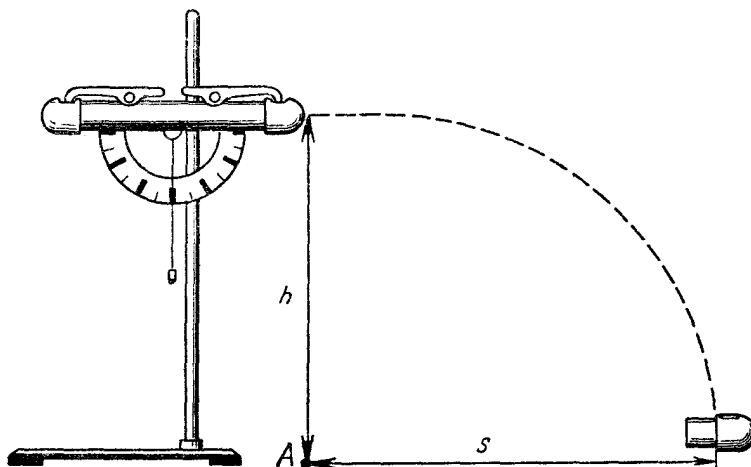

Рис. 1
1. Укрепите баллистический пистолет в штативе таким образом, чтобы снаряд выбрасывался в горизонтальном направлении и падал на пол (рис. 1). Сделайте один выстрел из пистолета и заметьте место падения снаряда. На это место положите лист белой бумаги и на него лист копировальной бумаги.
2. Произведите 10 выстрелов и по отметкам на листе белой бумаги определите среднее значение дальности и границу случайной абсолютной погрешности дальности полета каждого опыта серии  $\Delta s_{\text{случ}}$ . Для этого найдите две крайние отметки на листе и разделите расстояние между ними пополам. Обозначьте эту точку буквой  $O$ . Тогда  $s_{\text{cp}}$  — это расстояние от точки  $A$  (см. рис. 1) до точки  $O$ , а  $\Delta s_{\text{случ}}$  — расстояние от точки  $O$  до любой крайней отметки.